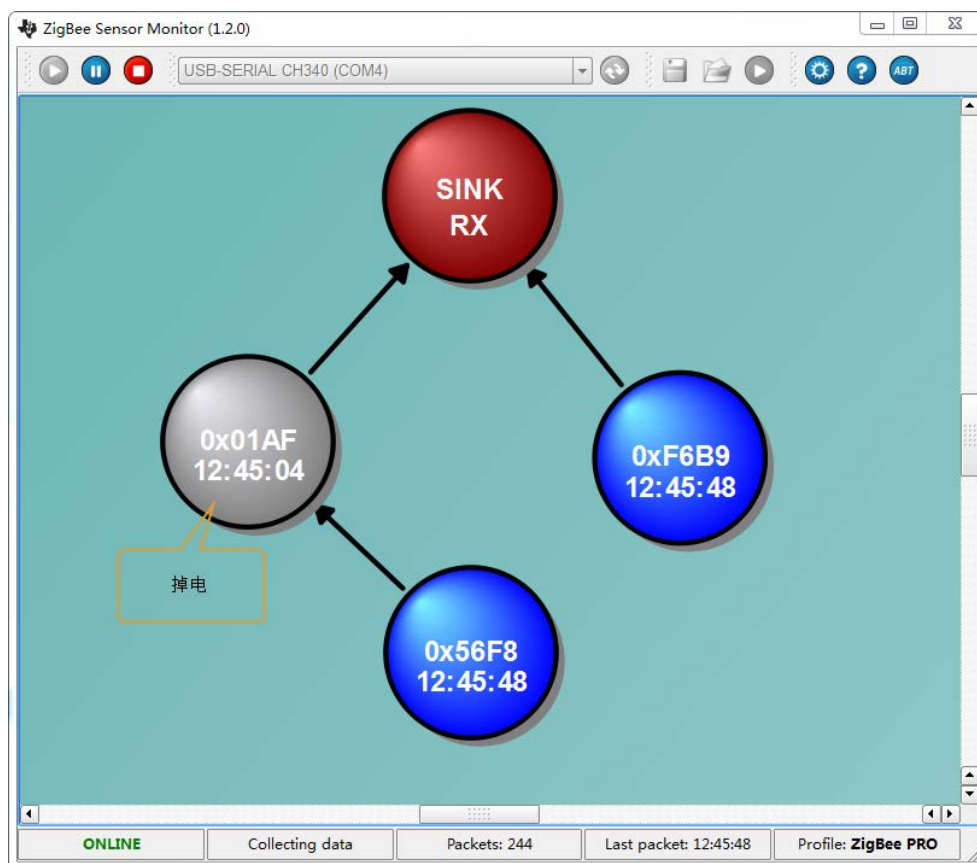

图 11 节点掉电
- 一个协调器 ZG-Mxx 模块可直接绑定 6 个路由器 ZG-Mxx 模块，超出以后，其它的路由器 ZG-Mxx 模块将会通过前面已加入网络的 ZG-Mxx 模块继续加入网络，每个 ZG-Mxx 可接受其它 6 个路由器的 ZG-Mxx 模块加入网络，并为其分配网络地址。后加入网络的 ZG-Mxx 模块并不受前面加入网络的 ZG-Mxx 模块断电影响，即使前面的 ZG-Mxx 模块全部掉电，这个模块仍然会保持网络保持自己的网络地址，为其他节点提供网络加入和数据中转功能，以便将数据可靠的传输到目的节点。如图 11 所示。